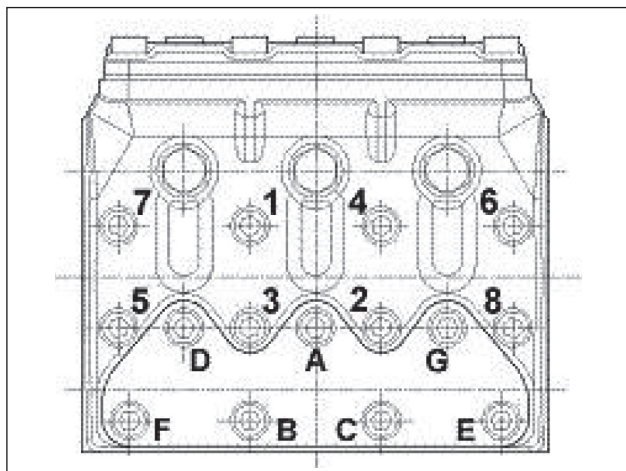

图24
* 连杆盖固定螺丝必须按照第76页一节所述的步骤拧紧。 ** 泵头固定螺丝必须以扭力扳手拧紧, 并按照如图24所示的顺序润滑泵头下部。 *** 阀盖固定螺丝必须以扭力扳手拧紧, 并按照如图24所示的顺序润滑泵头下部。 **** 动力输出轴第2法兰必须以扭力扳手拧紧, 并使用Loctite 243蓝色螺丝胶。